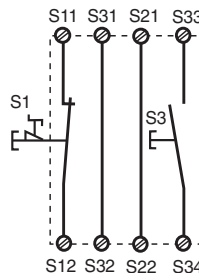

Fig. 3: Circuito de entrada monocal, rearme supervisado/Circuito di ingresso monocale, start controllato/Eenkanalig ingangscircuit, bewaakte start
- Fig. 3, 4, 5, 6, 8: **no hay** conexión S13-S14
- Fig. 3, 4, 5, 6, 8: **nessun** collegamento S13-S14
- Fig. 3, 4, 5, 6, 8: **geen** verbinding S13-S14